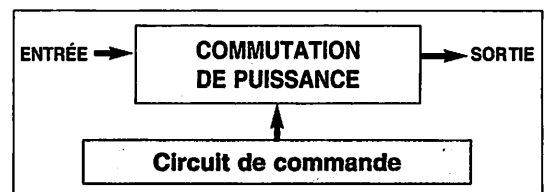

Fig. 19.03 : Structure d'un convertisseur.
- un circuit de commande (fig. 19.03).